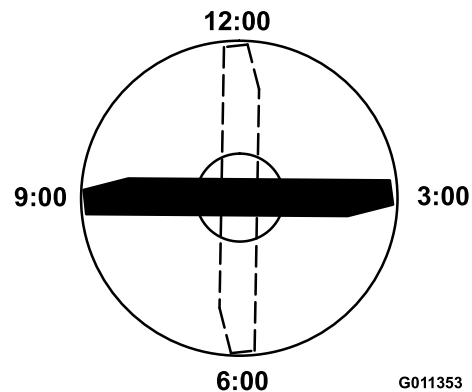

Figura 68
3. Posicione a extremidade de corte da extremidade marcada da lâmina na posição das 12 horas (a direita na direção do corte) e meça a altura da mesa à extremidade de corte da lâmina (Figura 68).
4. Rode a extremidade marcada da lâmina para as posições das 3 horas e das 9 horas e meça as alturas (Figura 68).